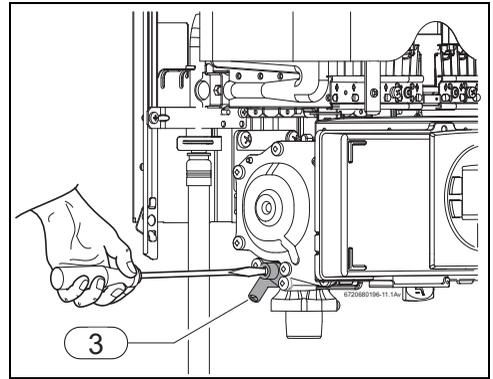

Fig. 25 Tornillo de ajuste del caudal máximo de gas
- ▶ Retirar la selladura del tornillo de ajuste (Fig. 25).
- ▶ Regular la presión del quemador máximo (→tabla 9) utilizando el tornillo de ajuste del caudal de gas máximo (Fig. 25).